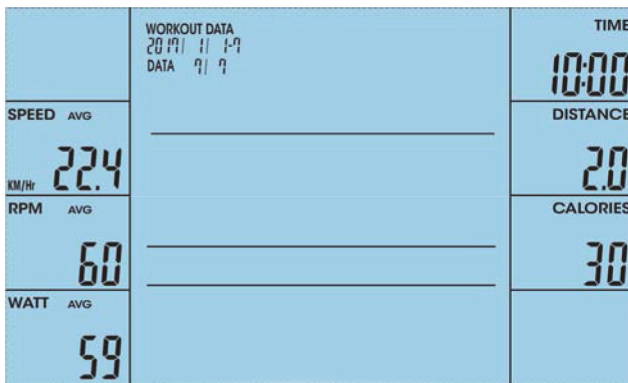

Fig. 57
1. Hvis du vil kontrollere dataene, skal du trykke på knappen RECORDED DATA i hovedmenuen. Tryk derefter på UP/DOWN for at se de tidligere gemte data (fig. 57).